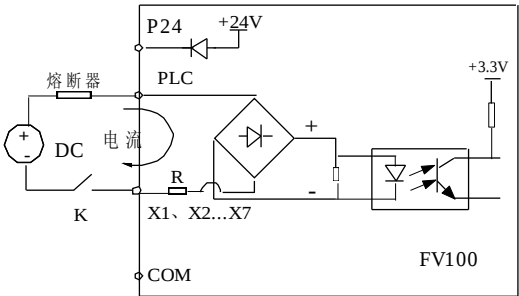

图 4-8 使用外部电源的接线方式
2) 使用外部电源（要求电源必须满足 UL CLASS 2 标准，并需要在电源与接口加 4A 的熔断器），接线方式如图 4-8（注意去除 PLC 与 24V 端子间的连接线）。